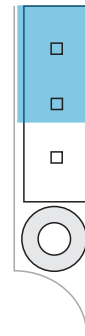

Abb. 10 Steckverbinder (Jumper),
- ➔ Stecken Sie dazu den Jumper bitte in die andere Position (mittlerer und oberer Pin verbunden), siehe Abb. 10.